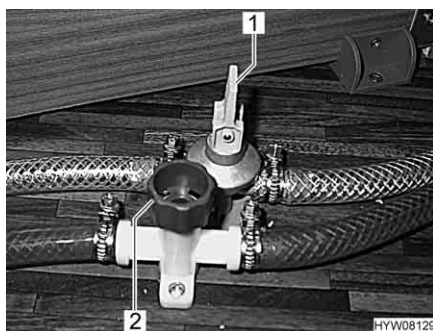

Fig. 147 Rubinetti di scarico (pacchetto autarchico)
- Chiudere i rubinetti di scarico. Ruotare i coperchi (Fig. 147,1) in senso orario e posizionare la leva a bilanciere (Fig. 147,2) in posizione orizzontale.